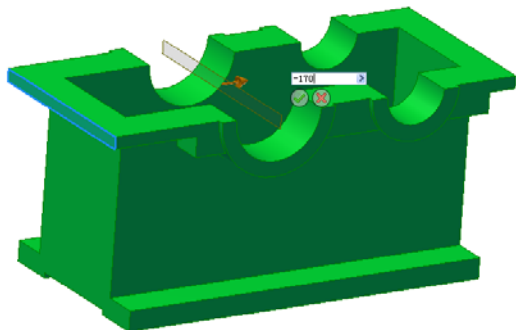
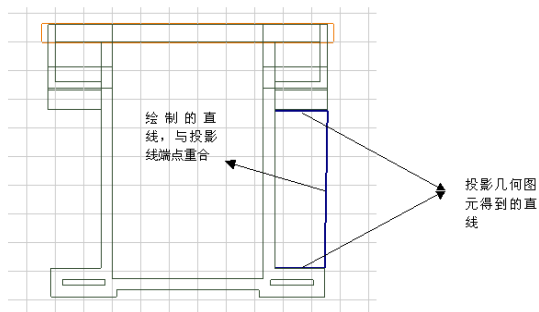
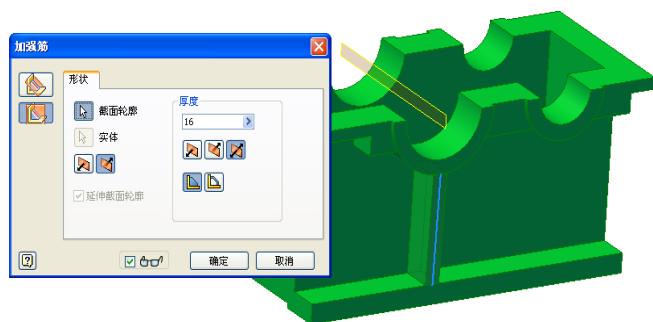

图 9-28 创建工作平面
图 9-29 投影几何图元
图 9-30 创建加强筋示意图
①为了建立草图，需要新建工作平面，这里通过偏移零件侧面的方式创建过轴承孔孔心且垂直于零件的上表面的工作平面，如图 9-28 所示。在该工作平面上新建草图，单击【草图】标签栏【绘图】面板的【直线】工具按钮和【投影几何图元】工具按钮，绘制如图 9-29 所示的图形。
②单击【草图】标签上的【完成草图】工具按钮, 退出草图环境，进入零件特征环境下，单击【模型】标签栏【创建】面板上的【加强筋】工具按钮, 打开【加强筋】对话框。
③加强筋的截面轮廓自动选择为在草图中绘制的图形，将鼠标指针制到加强筋轮廓附件，以选择不同的方向，这里选择如图 9-30 加强筋示意图中的箭头所指方向，设置加强筋的厚度为 16，方向为双向，终止方式为【到表面或平面】。